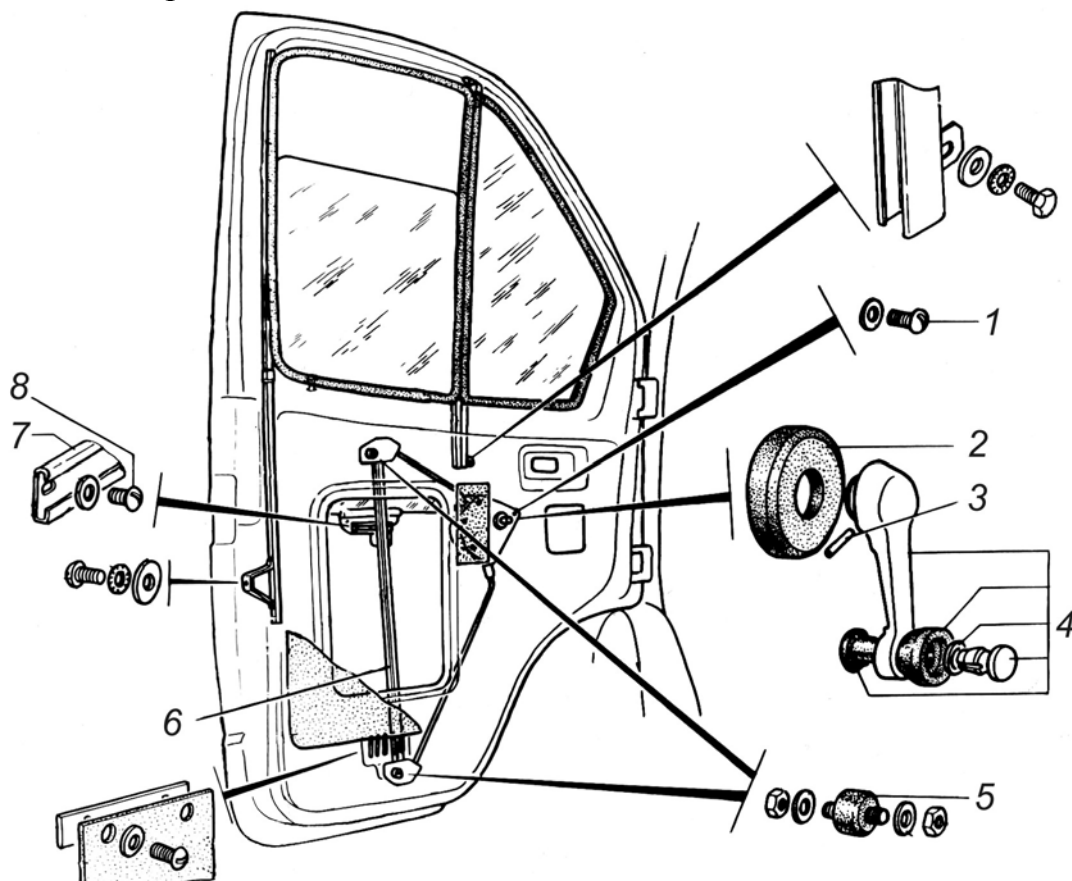

Рис. 9.11. Стеклоподъемник двери: 1 - винт; 2 - розетка ручки; 3 - штифт; 4 - ручка стеклоподъемника; 5 - буфер; 6 - механизм подъема; 7 - кулиса; 8 - винт
Для перемещения опускающего стекла и удержания его в любом положении служит стеклоподъемник (рис. 9.11) тросового типа, самотормозящий, с центральной направляющей.
- снять ручку 4 (см. рис. 9.11), для чего нажав на розетку 2, освободить доступ к цилиндрическому штифту 3 и вынуть штифт из ручки;